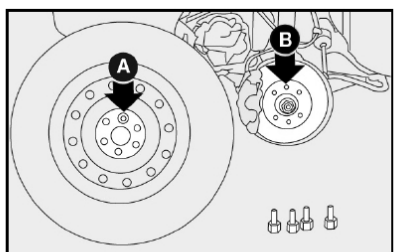

fig. 9
6) montar a roda sobressalente, encaixando os furos A-fig. 9 com os respectivos pinos B;